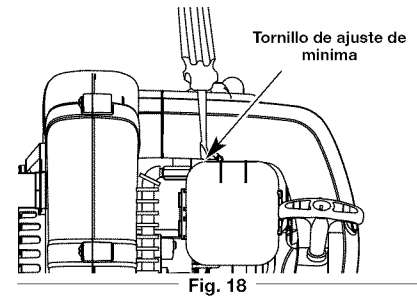

Fig. 18
La velocidad mínima del motor puede ser ajustada. Un tornillo de ajuste de mínima esta entre la cubierta del filtro del aire y la cubierta del motor (Fig. 18).
2. Mueva el control de crucero hacia la posición LENTO y dejar que el motor marcha en vacío. Si el motor se para, inserte un destornillador Phillips pequeño en el orificio de la cubierta del motor (Fig. 18).